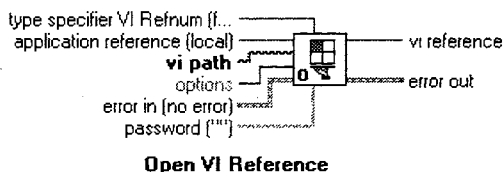

Рис. 13.19. Ссылка на открытый ВП (Open VI Reference)
- **Ссылка на открытый ВП (Open VI Reference)** – рис. 13.19. Возвращает **ссылку на виртуальный прибор (vi reference)**, заданный через **путь к файлу ВП (vi path)** строкой или путем к файлу ВП на диске. Если вход **ссылка на приложение** (application reference) не подключен, то функция обращается к ВП на локальной машине; для обращения к виртуальному прибору на удаленном компьютере необходимо вначале определить **ссылку на приложение** на этом компьютере при помощи предыдущей функции;